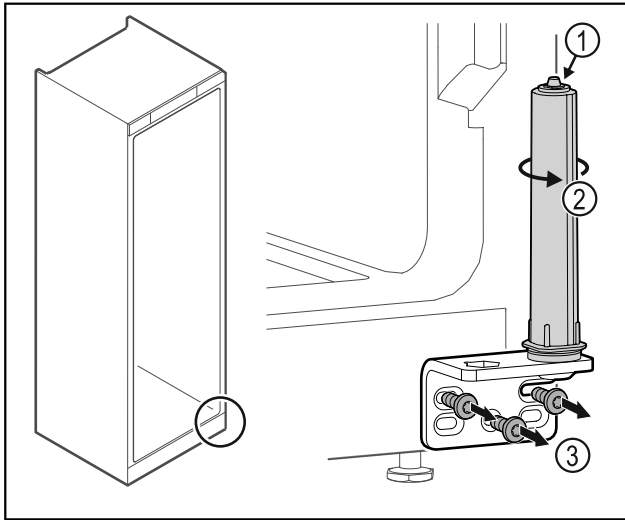

Fig. 37
- ▶ Türschließsystem nicht zerlegen Fig. 37 (1).
- ▶ Schließsystem Fig. 37 (2) drehen, bis es klickt.
- ▶ Scharnierwinkel Fig. 37 (3) abschrauben.